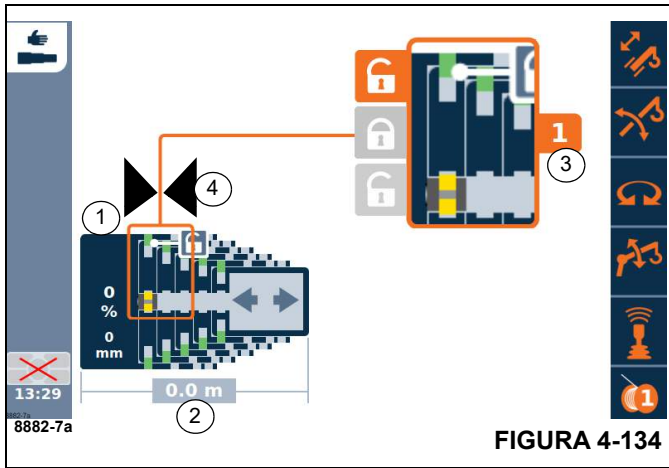

FIGURA 4-134
La pantalla (1), (Figura 4-134), muestra la distancia de extensión del cilindro telescópico, por ejemplo, 0 %.
La pantalla (2), (Figura 4-134), muestra la longitud actual de la pluma principal.
La pantalla (3), (Figura 4-134), muestra la sección telescópica correspondiente, por ejemplo, sección telescópica 1.
- La pantalla (3), (Figura 4-134), muestra la sección telescópica correspondiente, por ejemplo, sección telescópica 1.
- La pantalla (4), (Figura 4-134), muestra una o dos flechas, dependiendo de la distancia hasta el punto de bloqueo.